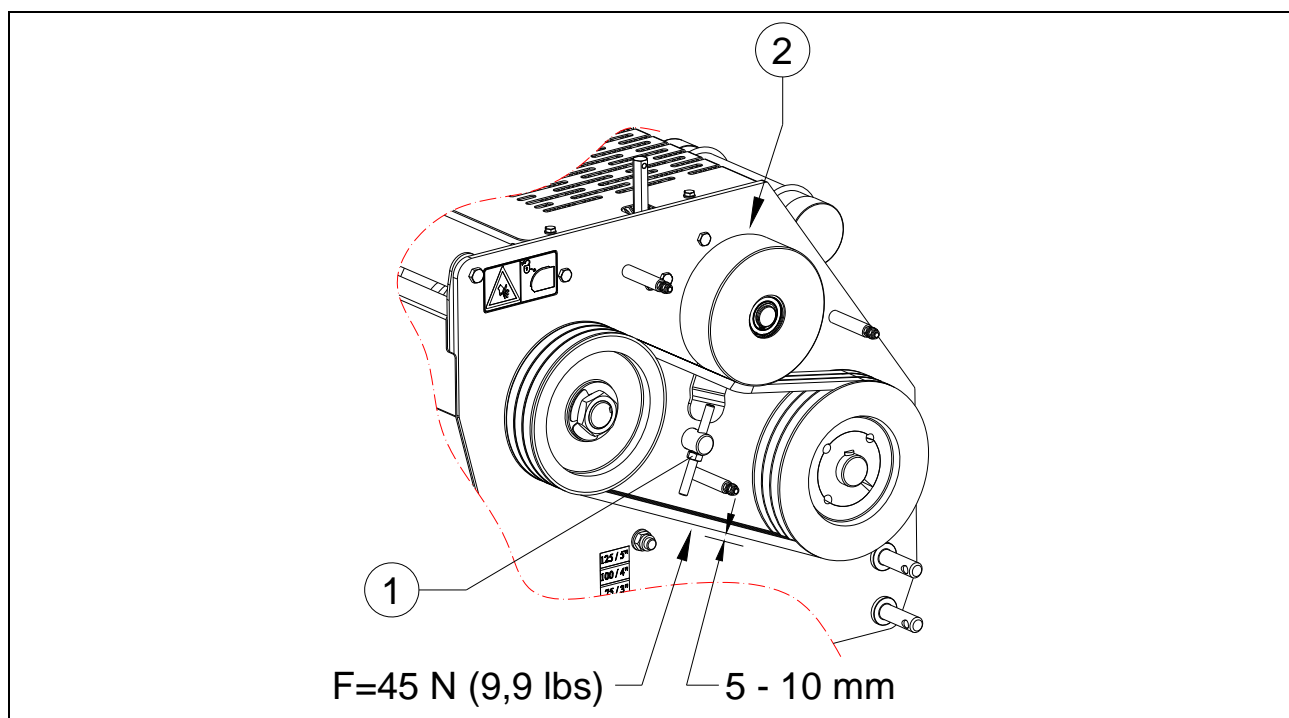

Bild 15
2. Utöva en kraft av 45 N (9,9 lbs.) på mitten av den nedre delen av remmen, se bild 15.
5. Lossa på muttern (2) bakom spännaren.
6. Vrid på muttern (1) tills rätt spänning uppnås.
7. Dra åt muttern (2) bakom spännaren.